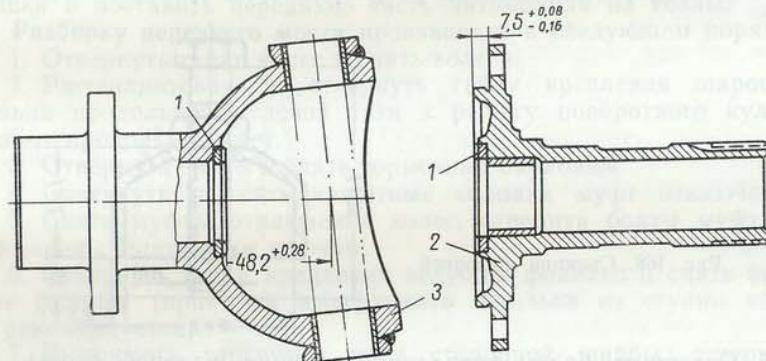

Рис. 169. Установка упорной шайбы:
2. Масляные канавки упорных шайб в цапфе и шаровой опоре должны быть обращены наружу. Для закрепления шайбы в гнезде допускается ее раскерновка в 3—4 точках, равномерно расположенных по окружности. Размер от плоскости упорной шайбы до фланца цапфы должен быть $7,5^{+0,08}_{-0,16}$ мм, а от плоскости упорной шайбы до центра шаровой опоры — $48,2^{+0,28}$ мм (рис. 169).